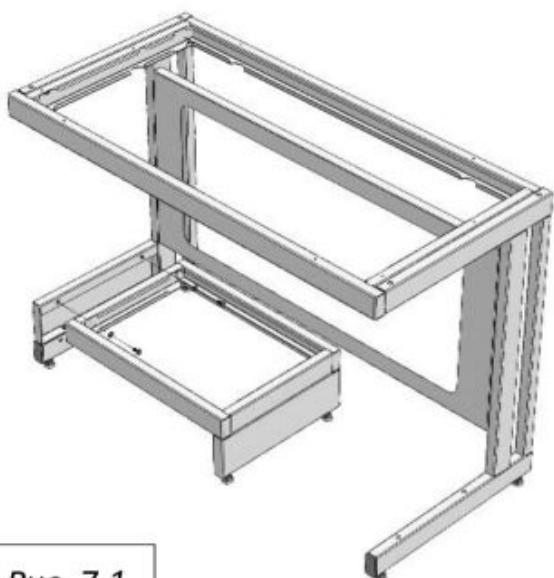

Рис. 7.1
- Установить раму для тумб, используя болты M8x16, шайбы 8 и предусмотренные в боковинах заклёпки-гайки M8 (*Рис. 7.1; 7.2; 7.3; 7.4*)